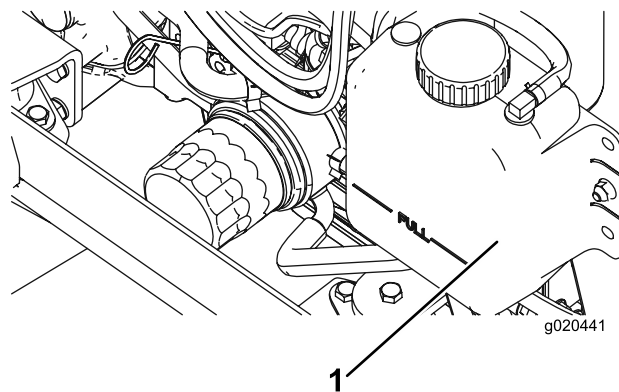

Figure 118
2. Retirez le bouchon du radiateur et le bouchon du vase d'expansion avec précaution (Figure 118).